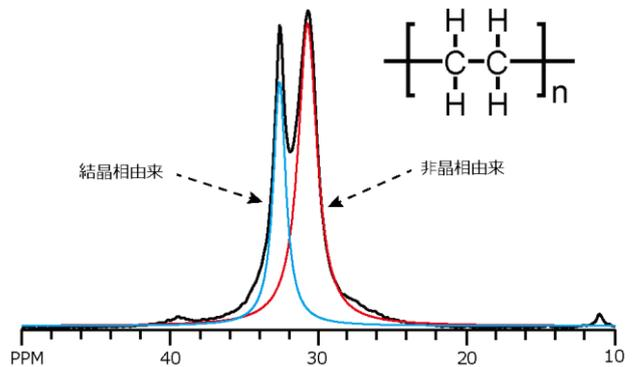

図2 ポリエチレンの固体 $^{13}\text{C}$ -DDMAS NMR スペクトル及びカーブフィッティング法を用いたピーク分離結果 (各ピーク面積より算出した結晶化度は35%)
固体試料の $^{13}\text{C}$  NMRを測定する際に DDMAS法 (Dipolar Decoupling Magic Angle Spinning) を用いると、定量性のある $^{13}\text{C}$  NMRスペクトルが得られます。例として、図2にポリエチレンの $^{13}\text{C}$  DDMAS NMRスペクトルを示します。ポリエチレン (PE) 主鎖の炭素によるピークが2本観測され、図の左のピークが結晶相のPE、右のピークが非晶相のPEに由来します。各ピークをカーブフィッティング法により分離し、それらのピーク面積から結晶化度を35%と算出することができます。